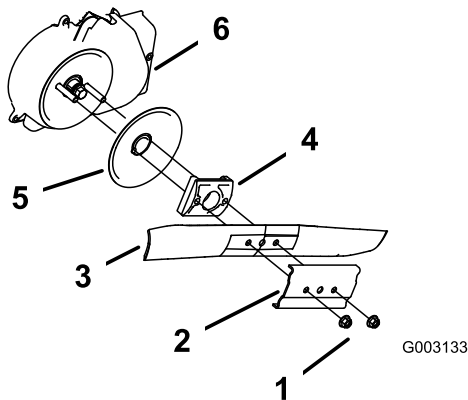

Рисунок 36
3. Отверните 2 гайки крепления ножа и прижим (Рисунок 36).
4. Извлеките нож (Рисунок 36).
5. Снимите привод ножа и диск (Рисунок 36).
6. Снимите кожух тормозной муфты ножа (Рисунок 36).
10. Установите снятые ранее нож и прижим (Рисунок 36).